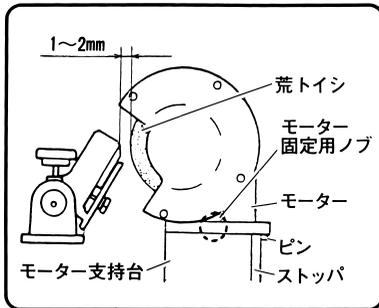
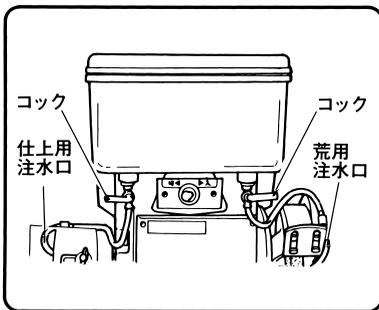

図 16
図 17
(1) トイシの回転が停止したのを確認します。
(2) モーター固定用ノブ(図16参照)をゆるめモーターを約90°(ストップに突当たるまで)まわし、仕上トイシをかんな刃のほうに向け、モーター固定用ノブを締付けます。
(3) 荒研磨と同じ要領で切込み用ハンドルをまわし、仕上トイシをかんな刃に近づけます。
(4) スイッチを入れ、仕上トイシ側のコック(図17参照)を開きます。テーブル移動用ハンドルをまわし、テーブルを左右に往復させながら切込み用ハンドルをまわしかんな刃に接触させ研磨します。
(5) 切込み量は切込みスケールの1目盛程度にし、1回の切込みで4～5回往復させてください。